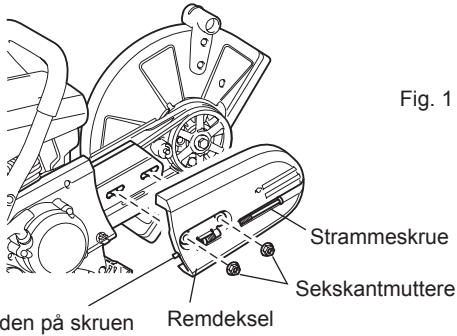

Fig. 1
- (1) Løsne sekskantmutterne, og dreii strammeskruen mot venstre til enden på skruen er synlig. (Fig. 1)
- (2) Fjern sekskantmutterne, og fjern deretter remdekslet. (Fig. 1)